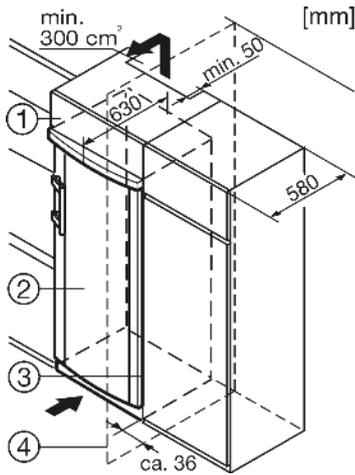

Fig. 8
- (1) Дополнительный шкафчик
(2) Устройство
(3) Кухонный шкаф
(4) Стенка
Устройство может быть окружено предметами кухонной обстановки. Чтобы уравнивать устройство Fig. 8 (2) по высоте с кухонной стенкой, можно установить над устройством соответствующий дополнительный шкафчик Fig. 8 (1).
При комбинировании с обычными кухонными шкафами (глубина макс. 580 мм) устройство можно установить непосредственно рядом с кухонным шкафом Fig. 8 (3). Дверца устройства выступает по сторонам на 34 мм и по центру устройства на 50 мм относительно передней стенки кухонного шкафа. Поэтому ее можно свободно открывать и закрывать.
Если устройство установлено на шарнирах у стены Fig. 8 (4), то расстояние между устройством и стеной должно быть не менее 36 мм. Настолько выступает ручка при открытой дверце.